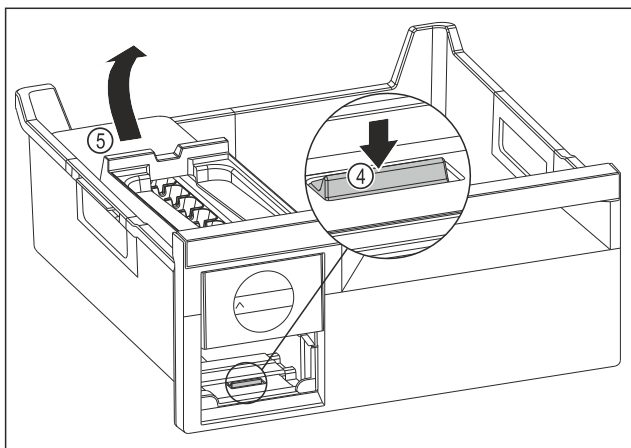

Fig. 145
- EasyTwist-Ice-rungon poistaminen: Paina kieleke Fig. 145 (4) sormella alas ja nosta samanaikaisesti toisella kädellä EasyTwist-Ice-runko Fig. 145 (5) takaa ylöspäin.